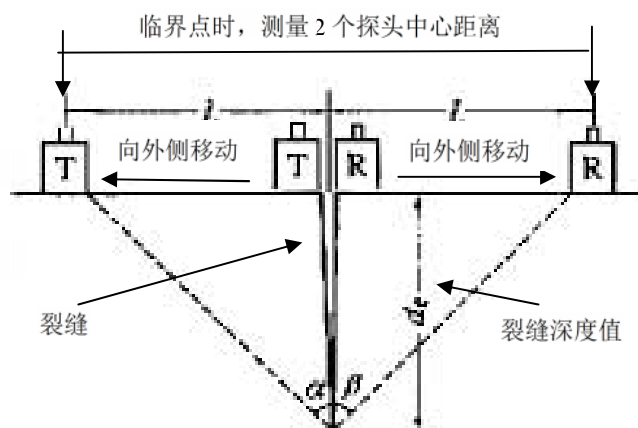

图3
2.1测试原理：按照超声波首波反相的测试原理，当两个探头采用对称布置的方式移至首波反相临界点上时，测得的回转角（ $\alpha + \beta$ ）约为 90° ，如（图3）为直角三角形，这时 $L \approx dc$ 。所以找到首波反相临界点即可通过几何运算求出裂缝深度值。